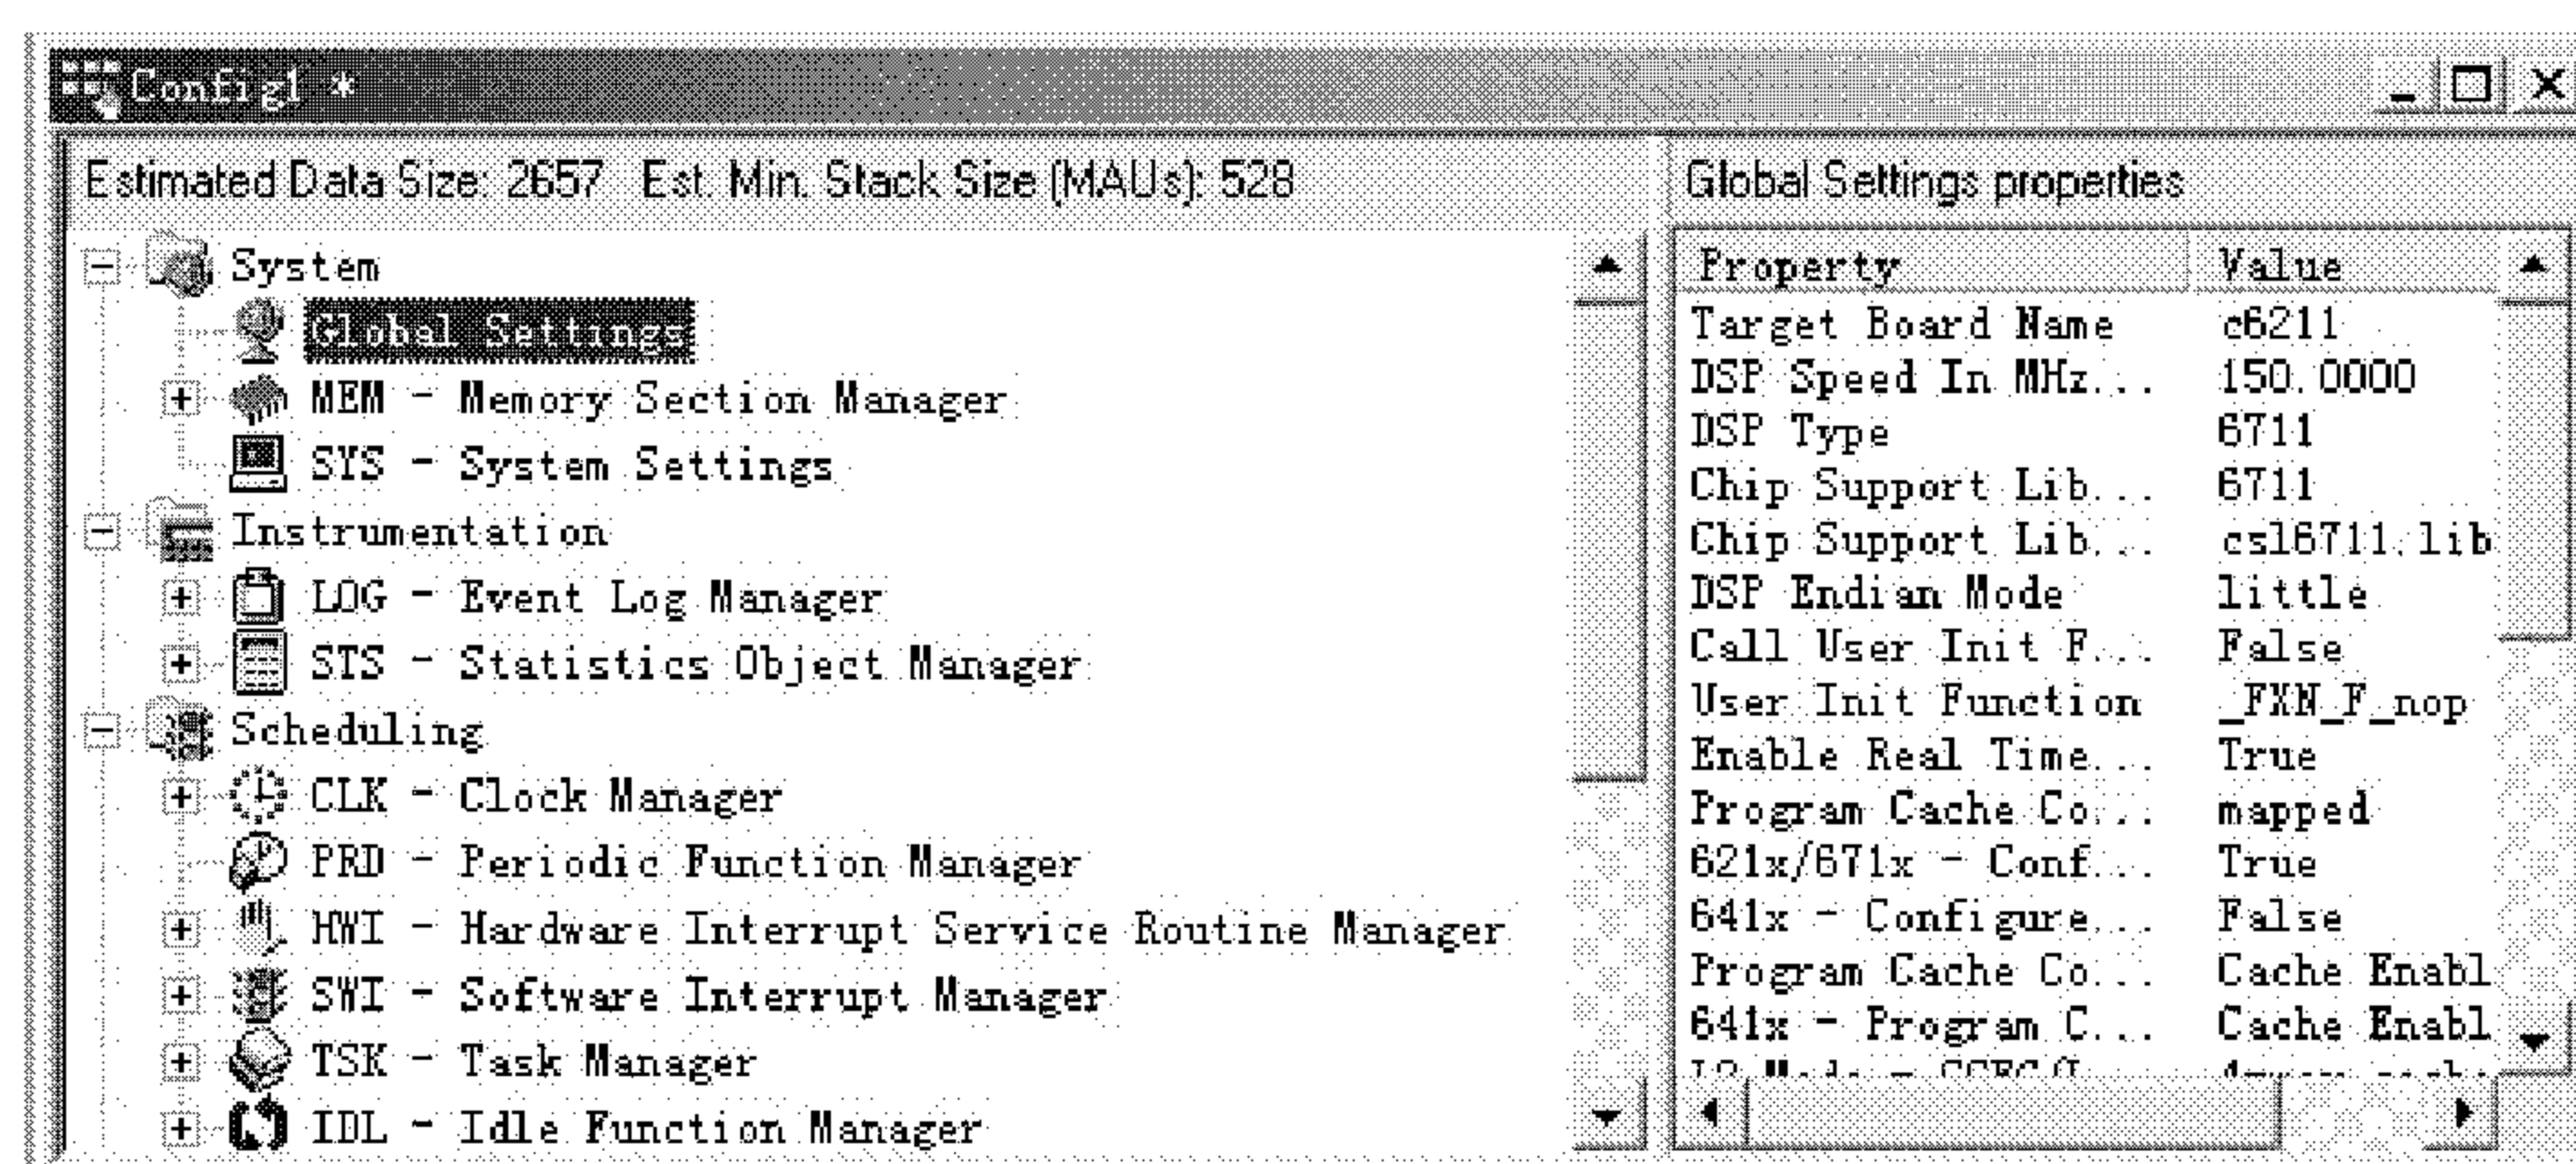

图 3.36 DSP/BIOS 配置工具窗口
(2) 在 DSP/BIOS 配置模板窗中选择所需模板, 点击 OK 退出 DSP/BIOS 配置模板窗, 同时打开一个新的 DSP/BIOS 配置工具窗口, 如图 3.36 所示。